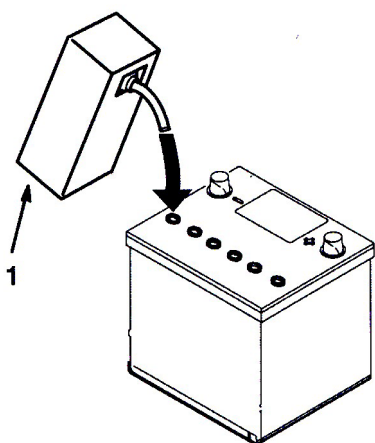

図5
4. 電解液が電極板に吸収されるまで、20～30分間待つ。各セルの電極板が液面下 6mm 程度に水没するように、必要に応じて電解液を補充する（図5）。